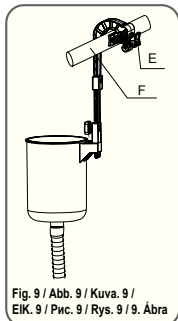

Fig. 9 / Abb. 9 / Kuva. 9 / EIK. 9 / Pvc. 9 / Rys. 9 / 9. Ábra
4. Place the assembled frame hook onto the pool near the pool's outlet valve. Adjust the hook if necessary and tighten the nut. Ensure the hook is securely tightened on the pool. (See Fig. 9)
4. Coloque o gancho da estrutura montado sobre a piscina perto da válvula de saída da piscina. Ajuste o gancho se necessário e aperte a porca. Verifique se a válvula está apropriadamente apertada na piscina. (Veja Fig. 9)
4. Sitúe el tornillo del marco montado en la piscina cerca de la válvula de salida de la piscina. Ajuste el gancho si es necesario y apriete la tuerca. Asegúrese de que el gancho está ajustado sobre la piscina. (Vea Fig. 9)
4. Platzieren Sie den zusammengebauten Haken am Pool nahe des Abflusseintritts. Stellen Sie den Haken falls erforderlich ein und ziehen Sie die Mutter an. Stellen Sie sicher, dass der Haken auf dem Poolrand aufsteht. (Siehe Abb. 9)
4. Plaats de geassembleerde framehaak op het zwembad vlakbij de uitlaatklep. Stel de hoogte af als dat nodig is. Maak de moer vast. Zorg ervoor dat de haak goed om het zwembad vast zit. (Zie Fig. 9)
4. Posizionare il ganccio montato vicino alla valvola di uscita della piscina. Se necessario, regolare il ganccio stringere il bullone. Assicurarsi che il ganccio sia correttamente fissato alla piscina. (Vedere Fig. 9)
4. Placez le crochet assemblé sur la piscine à côté de la valve d'évacuation. Réglez le crochet si nécessaire et serrez l'écrou. Assurez-vous que le crochet soit fixé solidement sur la piscine. (Voir Fig. 9)
4. Поместите собранный кронштейн на бассейн рядом с выпускным клапаном. При необходимости отрегулируйте кронштейн и затяните гаiku. Убедитесь в том, что кронштейн надежно закреплен на бассейне. (См. Рис. 9)
4. Umieść zmontowany hak konstrukcyjny w pobliżu zaworu spływowego basenu. Jeżeli to konieczne wyreguluj zaczep i dokręć nakrętkę. Upewnij się że zaczep jest pewnie zamocowany na brzegu basenu. (Patrz Rys. 9)
4. Placera den monterade haken på poolens utsläppsväventill. Justera poolens utsläppsväventill. Reglera kroken vid behov och dra åt muttern. Se till att kroken är ordentligt ådragen på poolen. (Se Fig. 9)